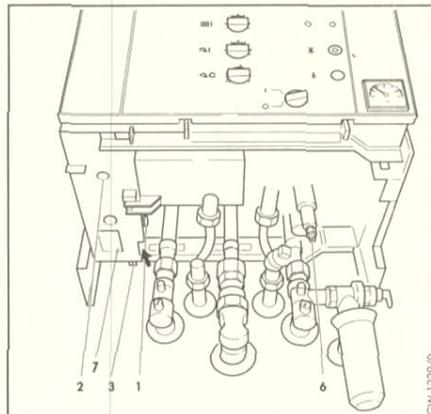

Abb. W.1: Entleerung des Comfortwärmetauschers
lösen und den Arretierungsstopfen (1, Abb. W.1) herausziehen.
- Hebeln Sie den Comfortwärmetauscher von hinten aus (Pfeil, Abb. W.1), um die Dichtkraft der rückseitigen Steckanschlüsse zu überwinden.
- Öffnen Sie die Entleerungsschraube (2, Abb. W.1) und lassen Sie das Restwasser ab.
- Öffnen Sie die Entlüftungsschraube am Primärwärmetauscher. An den Entlüftungsschrauben der Wartungshähne tritt Wasser aus. An der Öffnung (7, Abb. W.1) tritt Restwasser aus, wenn der Comfortwärmetauscher ausgebaut wird.
- Öffnen Sie die Entleerungsschraube (6, Abb. W.1).